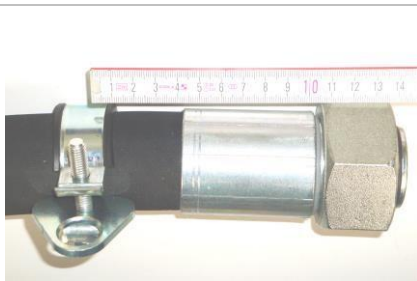
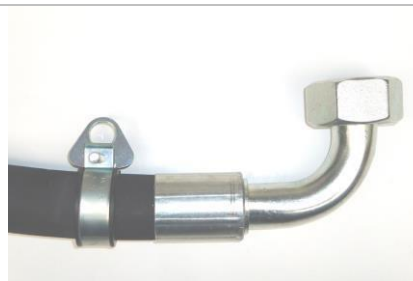

Abb. 1
Abb. 2
- Stellen Sie den Abstand von 45 mm zwischen Schlauchschelle und Pressfassung ein [Abb. 1]. Bei gebogenen Armaturen müssen Sie zusätzlich auf die Einbaulage des Seillagers zur Rohrbiegung achten [Abb. 2].